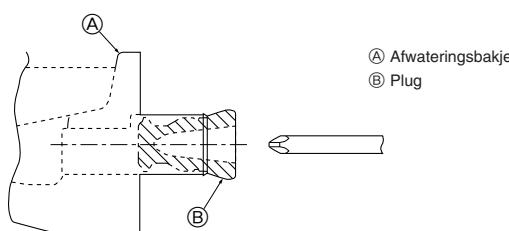

Fig. 5-1
5.1. Voorbereidingen voor leidingmontage aan de linkerkant (Fig. 5-1)